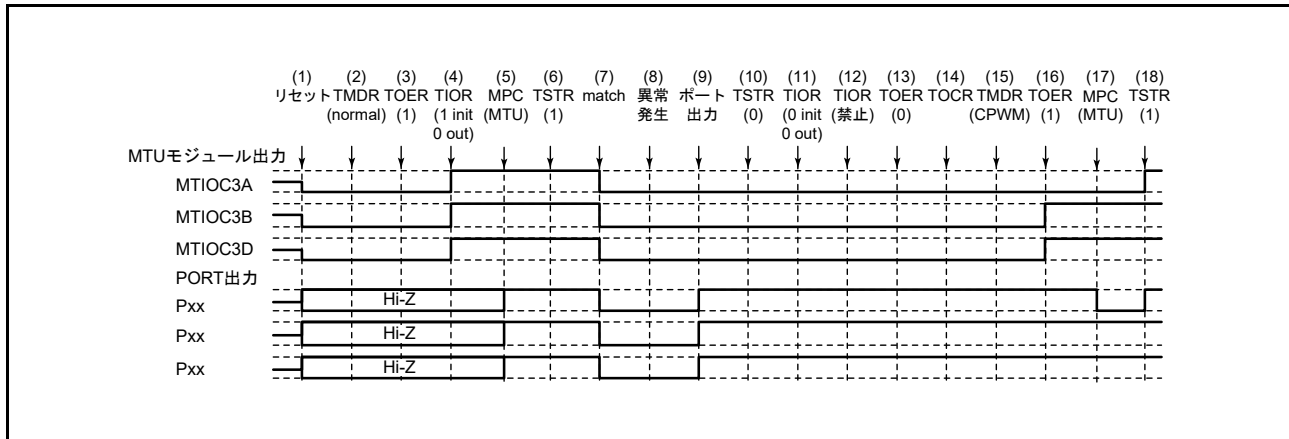

図 23.120 ノーマルモードで異常が発生し、相補 PWM モードで復帰する場合
ノーマルモードで異常が発生し、再設定後相補 PWM モードで再スタートする場合の説明図を図 23.120 に示します。
(1) ~ (13) は図 23.120 と共通です。
(14) TOCR レジスタでリセット同期 PWM モードの出力レベルと周期出力の許可 / 禁止を選択してください。
(15) リセット同期 PWM モードを設定します。
(16) TOER レジスタで MTU3、MTU4 の出力を許可してください。
(17) MPC と I/O ポートのポートモードレジスタ (PMR) で MTU 出力としてください。
(18) TSTR レジスタで再スタートします。